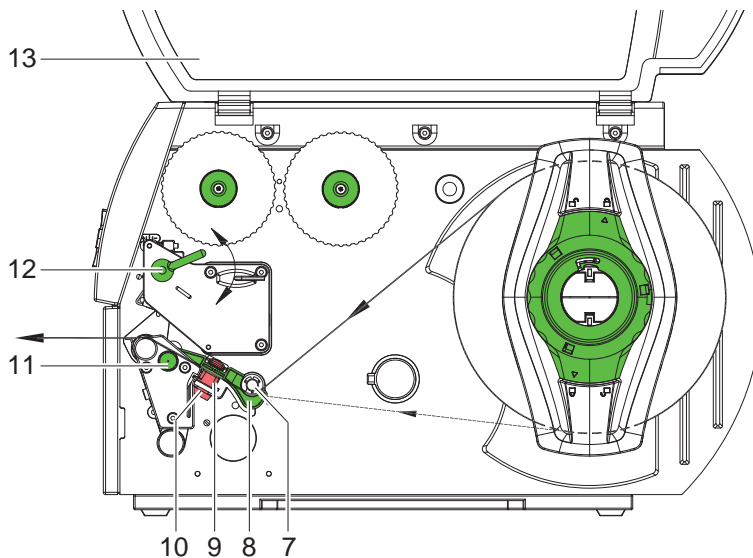

图 7 标签纸安装路径
▶ 转松标签传感器固定旋钮(图7的10)，依据标签纸的辨识用孔位、反射式黑条与标签纸之间的间隔位置，适当移动标签传感器位置，以便能正确侦测到每张标签；